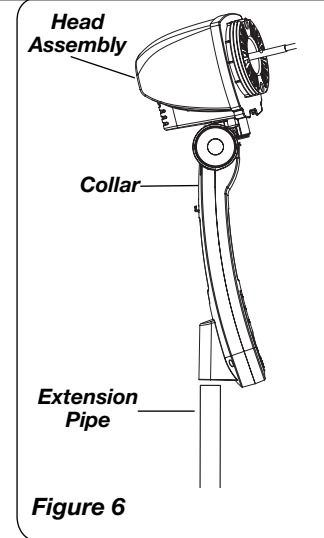

Figura 6
1. Coloque el **Conjunto de Cabezal** con el **Collar** en el **Tubo de Extensión**. (Figura 6)